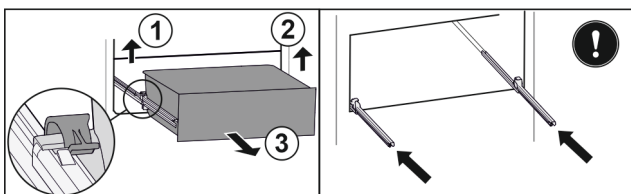

Fig. 131
- ▶ Підняти лівий затискач і одночасно висувний ящик ліворуч потягнути вперед. Fig. 131 (1)
- ▶ Підняти правий затискач і одночасно висувний ящик праворуч потягнути вперед. Fig. 131 (2)
- ▶ Вийняти висувний ящик рухом вперед. Fig. 131 (3)